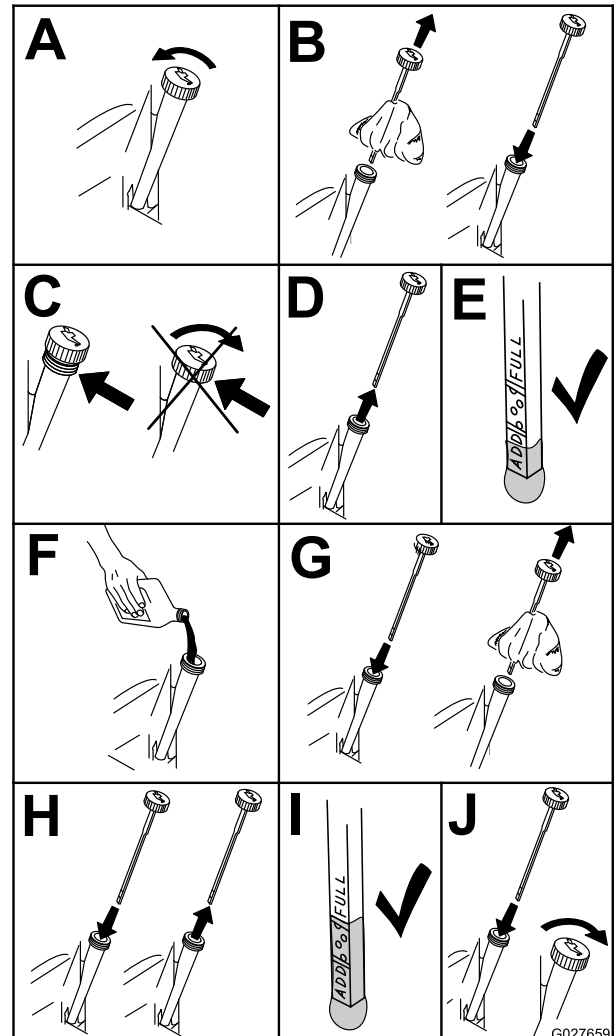

Figure 51
2. Avant de quitter la position d'utilisation, coupez le moteur, enlevez la clé de contact et attendez l'arrêt complet de toutes les pièces mobiles (Figure 51).